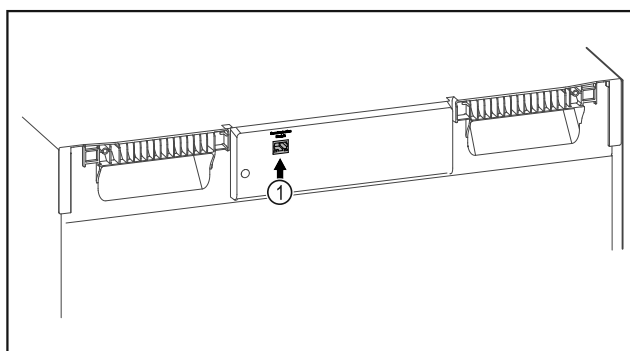

Fig. 86
- ☐ Vstavljen je SmartModule Fig. 86 (1).